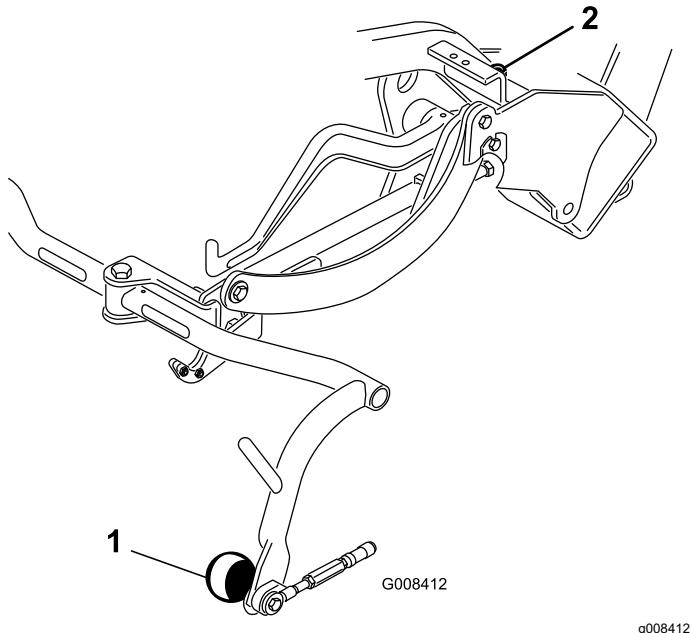

Figure 6
4. Si un réglage est nécessaire, desserrez l'écrou de blocage de la vis d'arrêt du bâti porteur (Figure 6) et tournez la vis dans un sens ou dans l'autre pour éléver ou abaisser le bâti. Serrez l'écrou de blocage pour fixez le réglage.